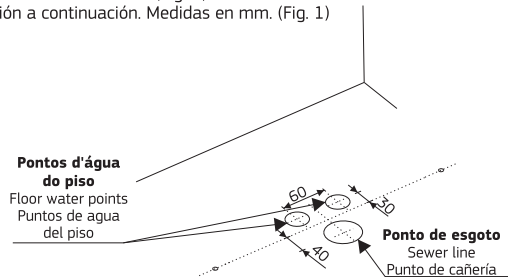
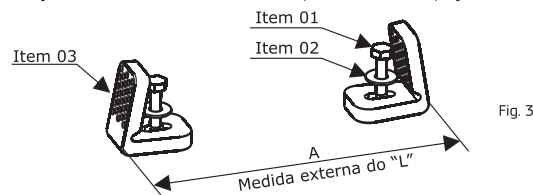

Fig. 1
Fig. 3
Para uma perfeita instalação do produto, respeitar rigorosamente as medidas de instalação abaixo. Medidas em mm. (Fig. 1).
For a product set perfect installation, the following measures must be rigorously observed. Measures in mm. (Fig. 1)
Para la perfecta instalación del producto, respete rigurosamente las medidas de instalación a continuación. Medidas en mm. (Fig. 1)
3 Marcar no piso a posição dos furos de fixação (Fig. 1), furar o local demarcado com uma broca de 10mm e inserir a bucha S10C (item 7). Ajustar a medida externa dos suportes (item 3) conforme figura 3 e fixá-los definitivamente no piso utilizando as arruelas (item 02) e parafusos (item 01).
Mark the flooring according to the center of the fixing holes (Fig. 1), drill a hole at the demarcated location with a drill bit of 10mm and insert the S10C bushing (item 7). Adjust the external measures of supports (item 3) according to figure 3 and fix it definitely on the floor using the washers (item 02) and the screws (item 03).
Marcar el piso de acuerdo con el centro de los agujeros de fijación (Fig. 1), romper el local señalado con un taladro de 10mm e introducir el buje S10C (item 7). (Fig. 3). Ajustar la medida externa de los soportes (item 03) y fijarlos definitivamente en el piso utilizando las arandelas (item 02) y los tornillos (item 03).